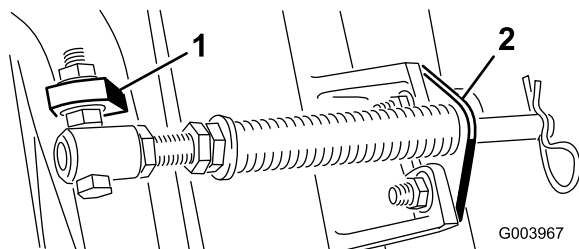
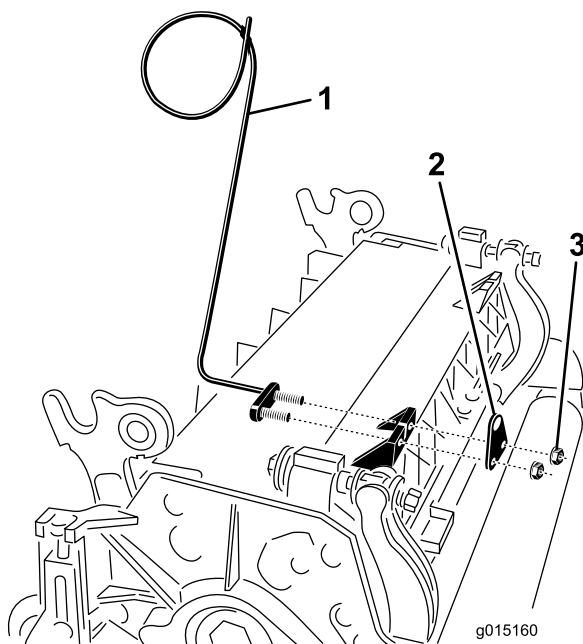

图 11
图 13
- C. 将弹簧管栓安装到承载架的另一个凸耳上并使用凸缘螺母固定。螺栓头朝向凸耳外侧如图 11 所示。
- D. 使用车身螺栓和螺母将杆支架固定到滚刀组凸耳上图 11。此外在滚刀组上当重新安装杆支架时将左侧软管导管安装到滚刀组凸耳的前面 (图 13)。